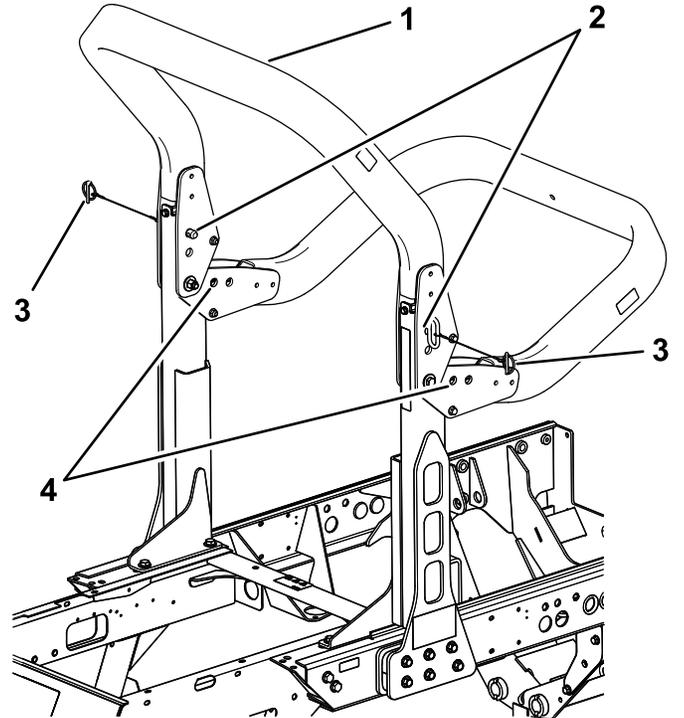

Figura 73
2. Sostenga el peso de la estructura superior de la barra antivuelco mientras retira los pasadores de seguridad y los pasadores de los soportes de giro (Figura 73).